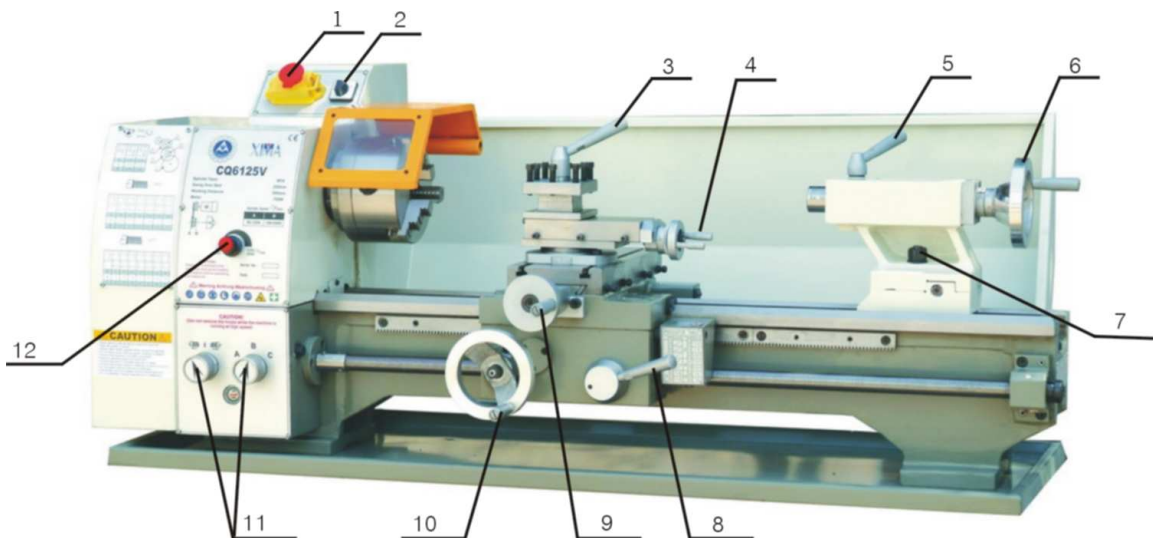

Fig. 1
2.2 Contrôles de fonctions (Fig. 1)